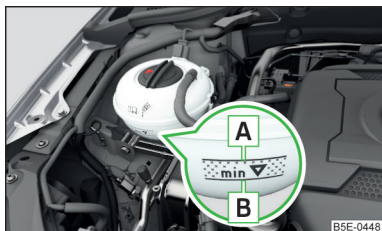

Fig. 294
**Verificar el estado del líquido refrigerante** - el líquido refrigerante tiene que estar entre las marcas **A** y **B** » fig. 294. Si el estado del líquido refrigerante está debajo de la marca **B**, rellenar el líquido refrigerante.
La **especificación** del líquido refrigerante se encuentra en el depósito de compensación del líquido refrigerante » fig. 294.
- No rellene el depósito de líquido refrigerante por encima de la marca **A** » fig. 294. El líquido refrigerante puede ser presionado por el calentamiento del sistema de refrigeración - Existe el peligro de un daño de las partes del vano motor.